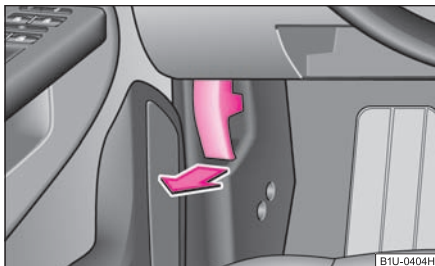

Fig. 148 Maneta de deblocare a capotei motorului
- Trageți maneta de deblocare de sub bord, pe partea conducătorului ⇒ fig. 148.
- Deblocați capota motorului ⇒ fig. 148.